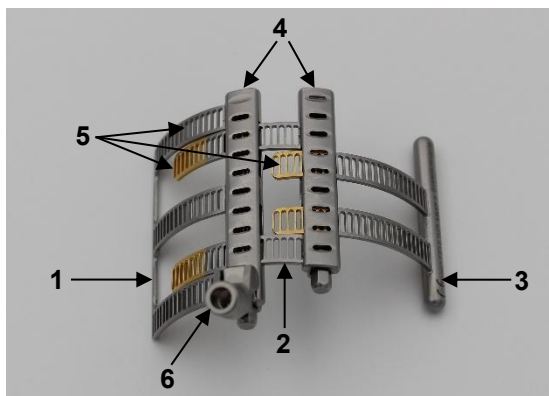

Fig. 1a: Treede Maxposition lama
Regolabile in base alle dimensioni (Fig. 1a) è composta da tre elementi di dimensioni diverse: elemento base (1), elemento primario (2) ed elemento secondario (3) (Fig. 1b). Un elemento è composto da un modulo box (4) e da lame laterali (5) (Fig. 1a).